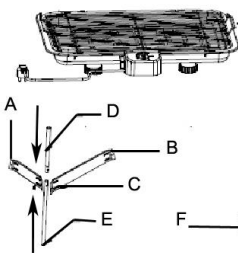

Fig.1
1. Enroscar o tubo rígido pequeno (D) no tubo rígido mais comprido (E) de modo a obter os 4 pés de apoio do pedestal (Fig. 1).
2. Conectar o pé com um dos suportes longos (B) e um curto (A) e trava-os inserindo o parafuso fornecido (Fig. 1) e apertando o parafuso girando o anel de bloqueio.